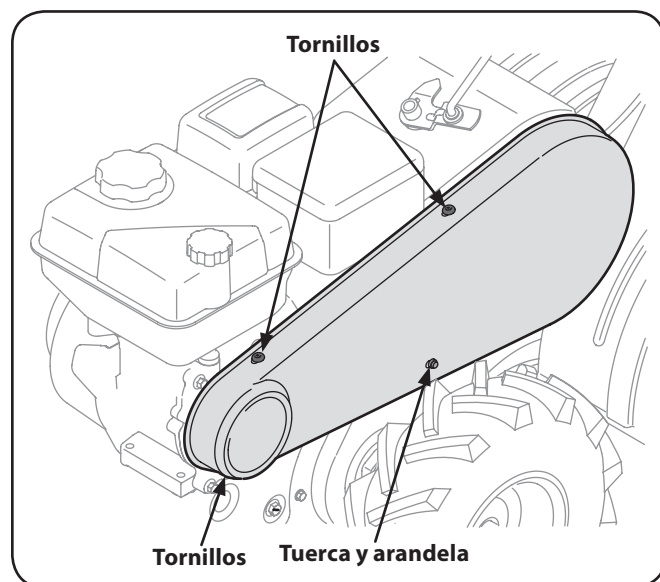

Figura 1-1
2. Saque la cubierta de la correa desde el lado izquierdo de la cultivadora extrayendo los dos tornillos de la parte superior de la cubierta. Vea la Figura 1-1.